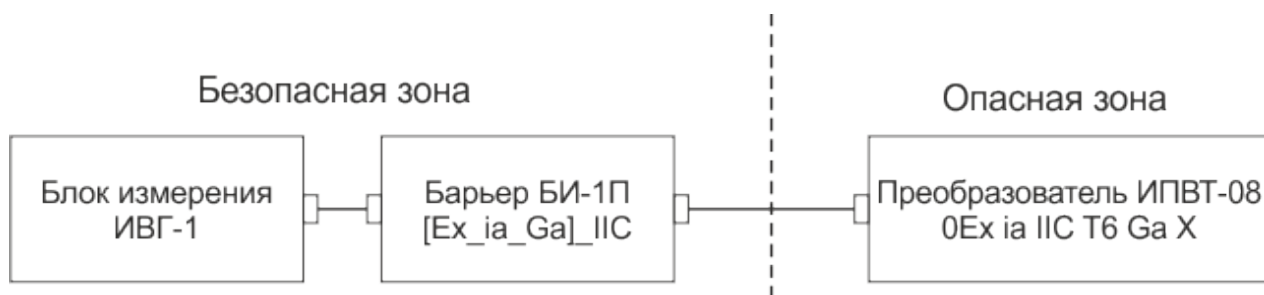

Рисунок 5.1 Схема подключения составных частей прибора
5.2 Подключить составные части прибора согласно схеме на рис.5.1.